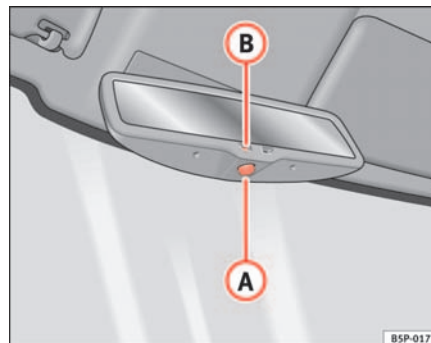

Fig. 67 Retrovisor interior con ajuste automático para posición antideslumbrante.
- Pulse la tecla **A** ⇒ fig. 67. El testigo de control **B** se apaga.
- Pulse la tecla **A** ⇒ fig. 67. El testigo de control se enciende.